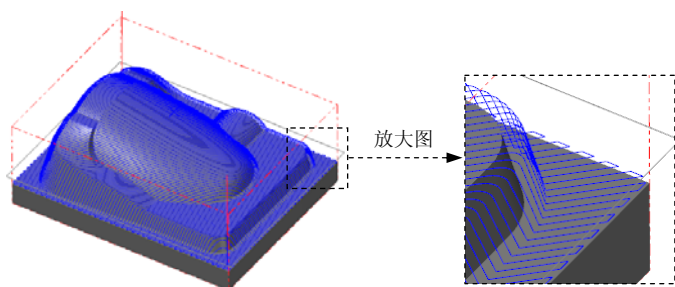

图 17.15 刀具路径
Step9. 单击“曲面精加工平行铣削”对话框中的 **✓** 按钮，完成加工参数的设置，此时系统将自动生成图 17.15 所示的刀具路径。